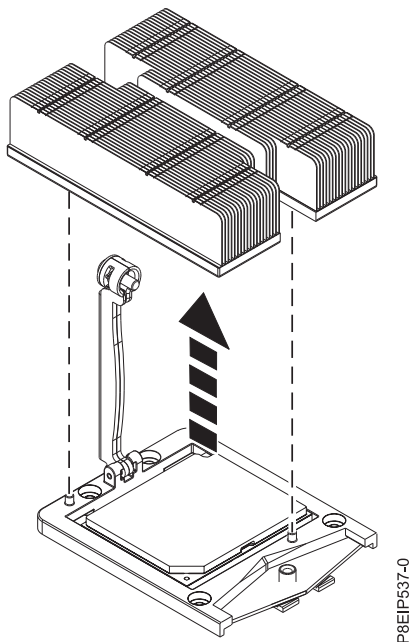

Figura 52. Extracción del dissipador térmico
4. Sujete el dissipador térmico y extráigalo levantándolo verticalmente, como se muestra en la Figura 52.